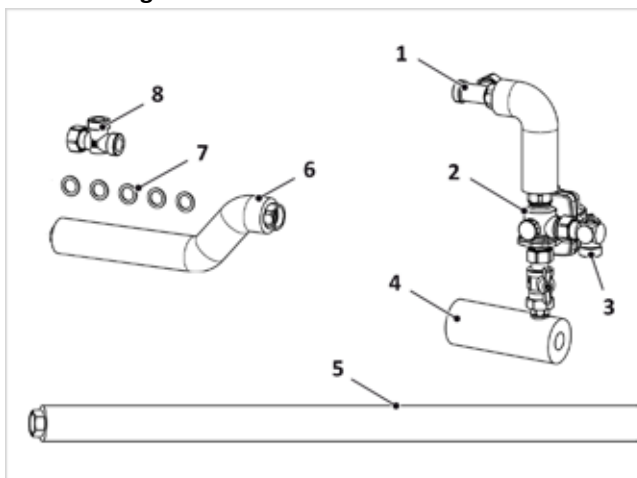
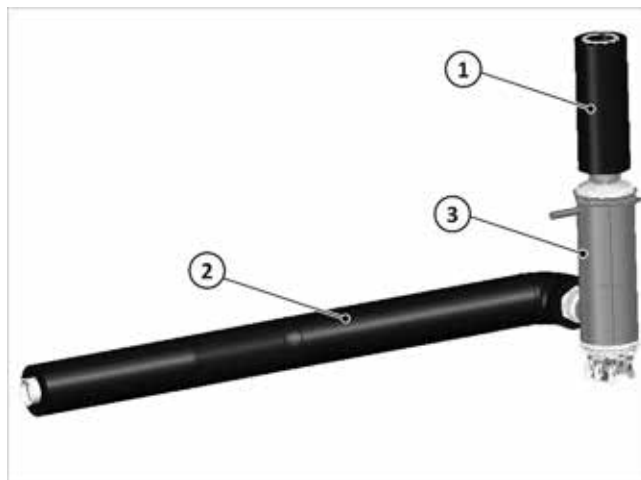

Abb. 12: Montagepack LM WP 3-W Ventil
Abb. 17: Umbausatz Max SL-7 (Hydraulik)
3. Das Wärmepumpen-Vorlaufrohr (5) nach links oder rechts in die Rohrdurchführung verlegen. Überwurf unter Gegenhalten anziehen.
4. **Gilt nur für SolvisLea Eco mit SolvisMax Solo:** Anstelle des Wärmepumpen-Vorlaufrohres, den Umbausatz gemäß → Abb. 17, S. 13 einbauen und die Heizpatrone
Bei der Kombination des SolvisMax Solo mit der SolvisLea Eco ist im Lademodul WP-SL zusätzlich die mitgelieferte Heizpatrone in den Wärmepumpen-Vorlauf zu integrieren. Dieser „Umbausatz Max-SL-7“ (→ Abb. 17) ersetzt hier das „Anschlussrohr WP-VL“, vgl. → Abb. 12 (5).
- Die Vorbereitungen des Lademoduls gemäß → Kap. „Vorbereitung Lademodule WP und WP-SL“, S. 12 durchführen und dabei das „Anschlussrohr WP-VL“, vgl. → Abb. 12 (5), durch den Dieser „Umbausatz Max-SL-7“ (→ Abb. 17) ersetzen.